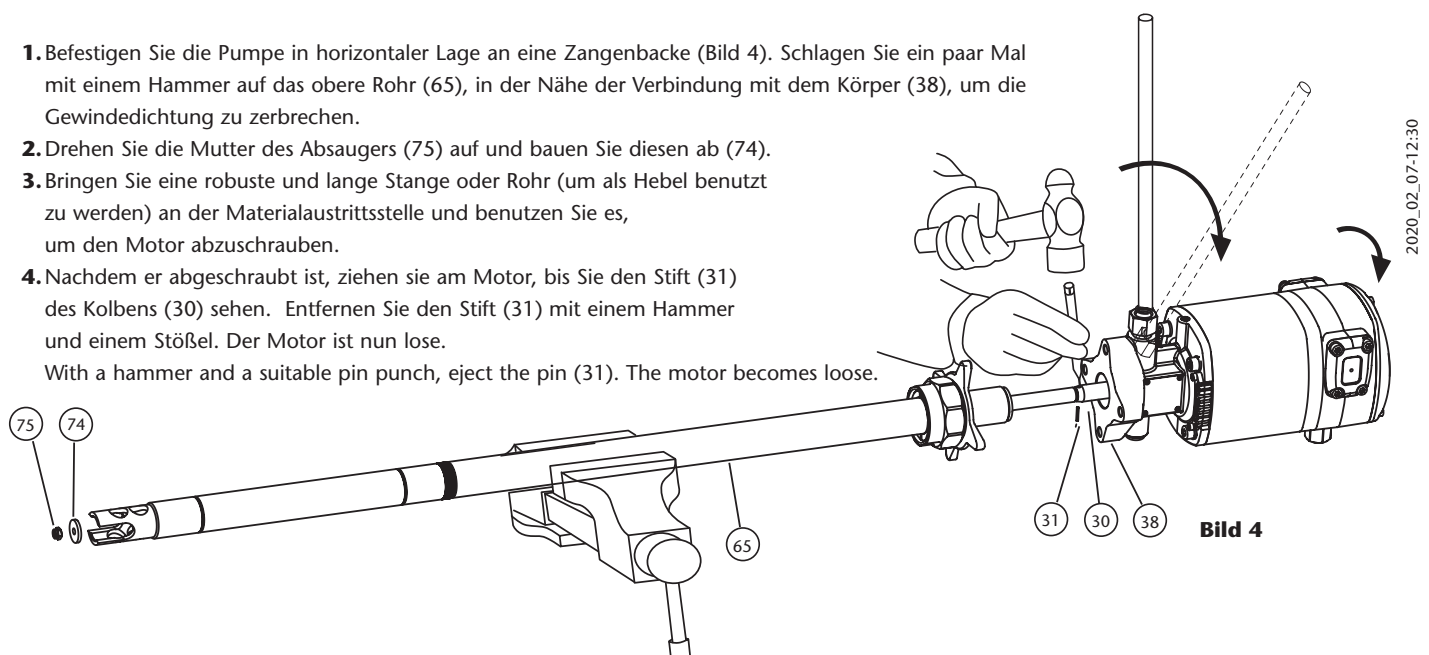

Bild 4
1. Befestigen Sie die Pumpe in horizontaler Lage an eine Zangenbacke (Bild 4). Schlagen Sie ein paar Mal mit einem Hammer auf das obere Rohr (65), in der Nähe der Verbindung mit dem Körper (38), um die Gewindedichtung zu zerbrechen.
2. Drehen Sie die Mutter des Absaugers (75) auf und bauen Sie diesen ab (74).
4. Nachdem er abgeschraubt ist, ziehen sie am Motor, bis Sie den Stift (31) des Kolbens (30) sehen. Entfernen Sie den Stift (31) mit einem Hammer und einem Stößel. Der Motor ist nun lose.